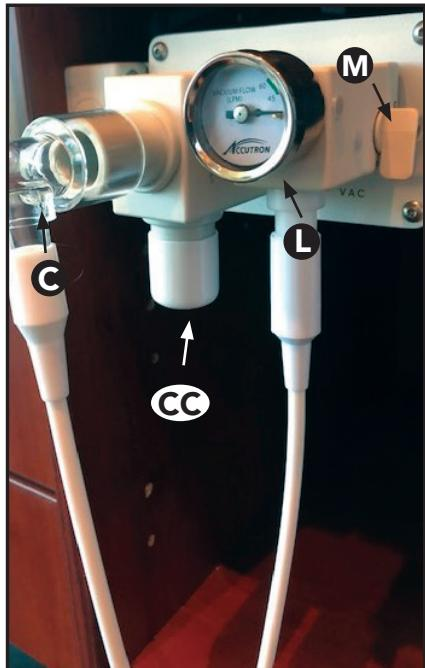

Figure 3
1. Remove the reservoir bag from the flowmeter and install the plug **CC** per Figures 3, 5 and 8. Note: Plug will pop off if the gas flow line is kinked or blocked.
3. Connect right angle adapter **C** to bag tee outspout per Figures 3, 5 and 8.
4. **RFS™ Scavenging Circuits:** Connect the Axess™ RFS Circuit to the RFS Outlet per Figure 3. Fittings are sized to only fit one way.
3. Schließen Sie den 90 Grad Winkeladapter  am gerade angehenden Auslass des BagTees gemäß Abbildung 3, 5 und 8 an.
4. **RFS™ Scavengersysteme:** Schließen Sie das Axess™ RFS-System gemäß Abbildung 3 an den RFS-Ausgang an. Die Anschlüsse sind so konzipiert, dass sie nur in eine Richtung passen.